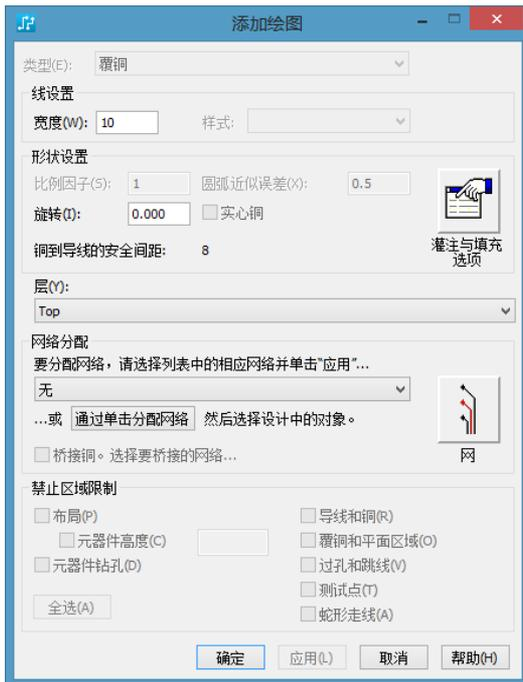

图 12-11 灌铜区相关参数的设置
(4) 灌铜边框绘制完成后，自动弹出如图 12-11 所示的窗口，在该窗口内设置灌铜区所在的层和所属的网络等参数。